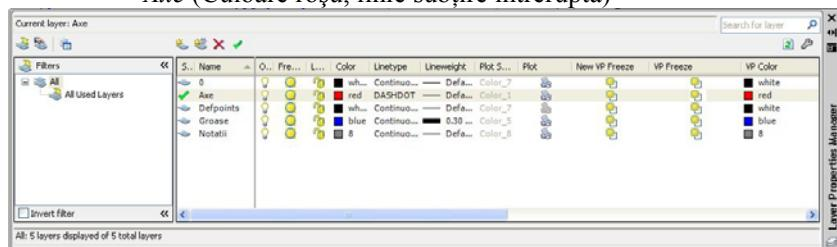

Figura 1.1.105
- Crearea nou fișier care conține **layer**-ele, figura 1.1.105: